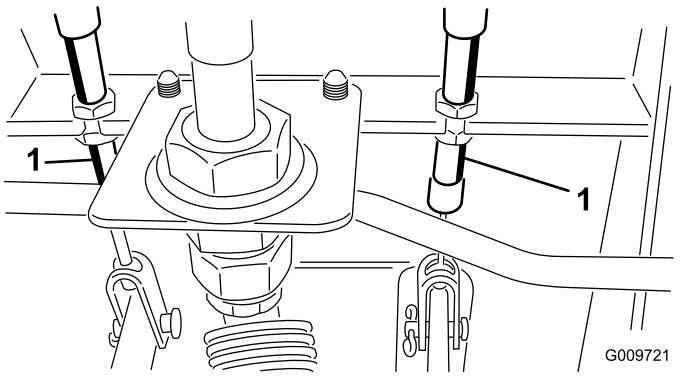

Figura 87
- Afloje la tuerca delantera del extremo roscado del cable de freno (Figura 87).